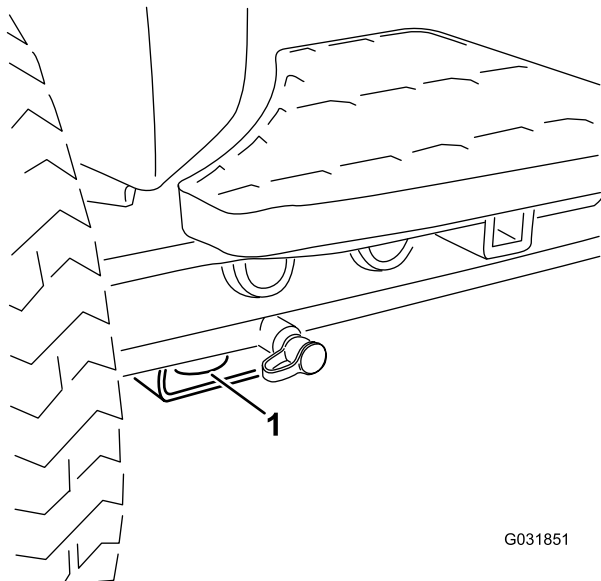

Figura 97
- **Parte delantera de la máquina** – el orificio del bloque rectangular, debajo del tubo del eje, al interior de cada rueda delantera (Figura 97).